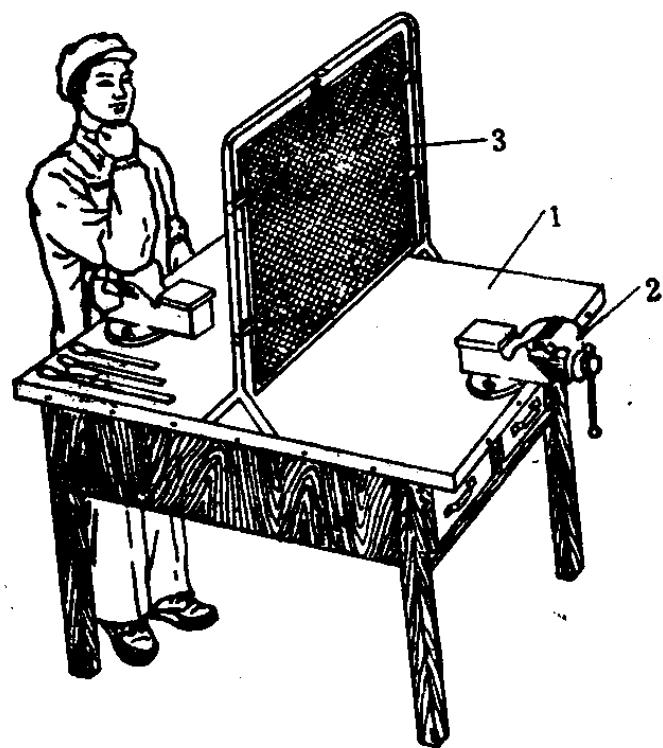

图 1-1 钳台及安装
1. 钳台 钳台也称钳桌，有多种形式，图 1-1 所示为其中的一种。钳台的高度一般为 800~900 毫米 (mm)，其长度和宽度可随工作需要而定。为保证钳台工作时稳定，最好用木料制作。台面上安装台虎钳，安装的合适高度为齐人手肘。钳台上一般有几个抽屉，用来存放工具。